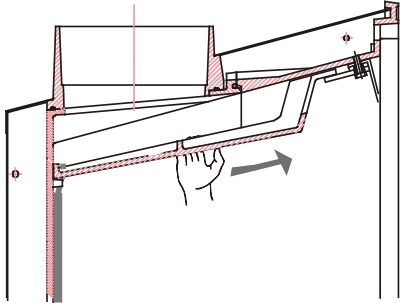

Fig. 27
- Deslizar o deflector para a frente até libertar o apoio traseiro (Fig. 27).